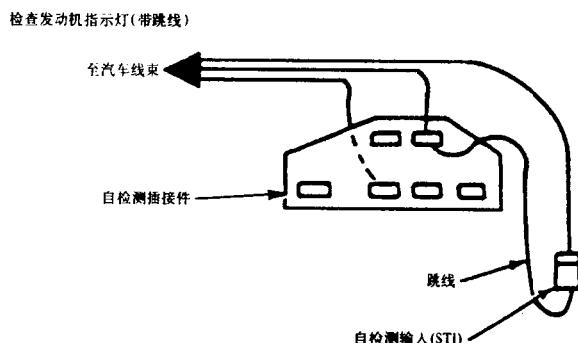

图 1-1 复位检查发动机指示灯的跳线连线
1) 把点火开关打到OFF,在自诊断和自诊断输入(STI)插接件之间跨接一跳线,如图1-1所示。自诊断和自诊断输入(STI)插接件位于右侧翼子板挡泥板上,在支柱架和蓄电池之间。